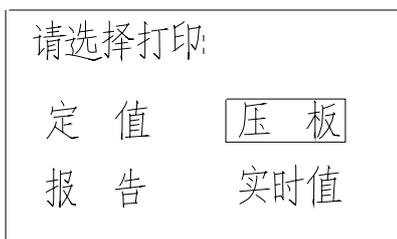

图 7-15 打印菜单
7.8. 打印: 通过该菜单可实现装置打印功能, 该菜单分四个子菜单(见图 7-15), 分别打印出装置定值、压板、报告、实时参数。